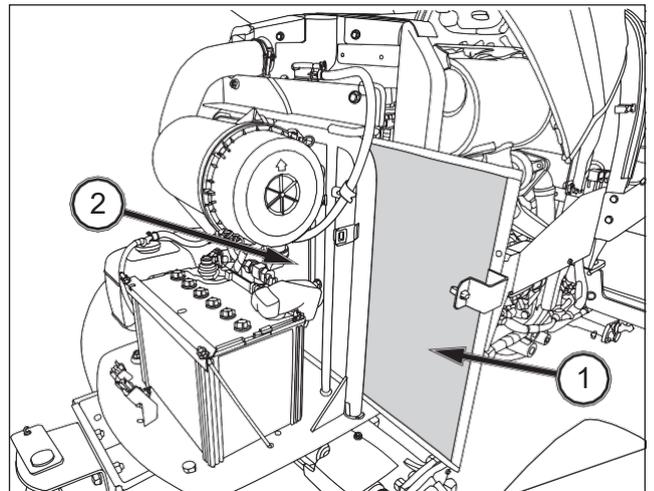

FIG. 98
FIG. 98: Limpieza de la rejilla del radiador Cuando se utiliza el tractor en el campo o por la noche, la rejilla del radiador puede quedar obstruida por hierba, paja, insectos y otras materias. Aparque el tractor en un suelo plano y abra el capó. Extraiga la rejilla del radiador (1) y límpiela.